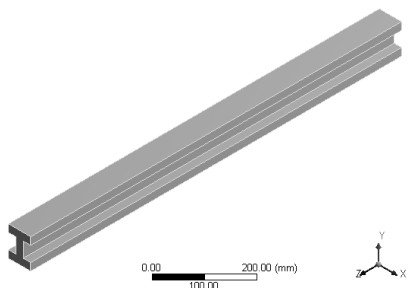

图 14-94 工字梁
Step1: 双击分析项目中 A4 栏 Model 选项, 打开 Mechanical 界面, 此时可以看到界面中出现工字梁模型, 如图 14-94 所示。